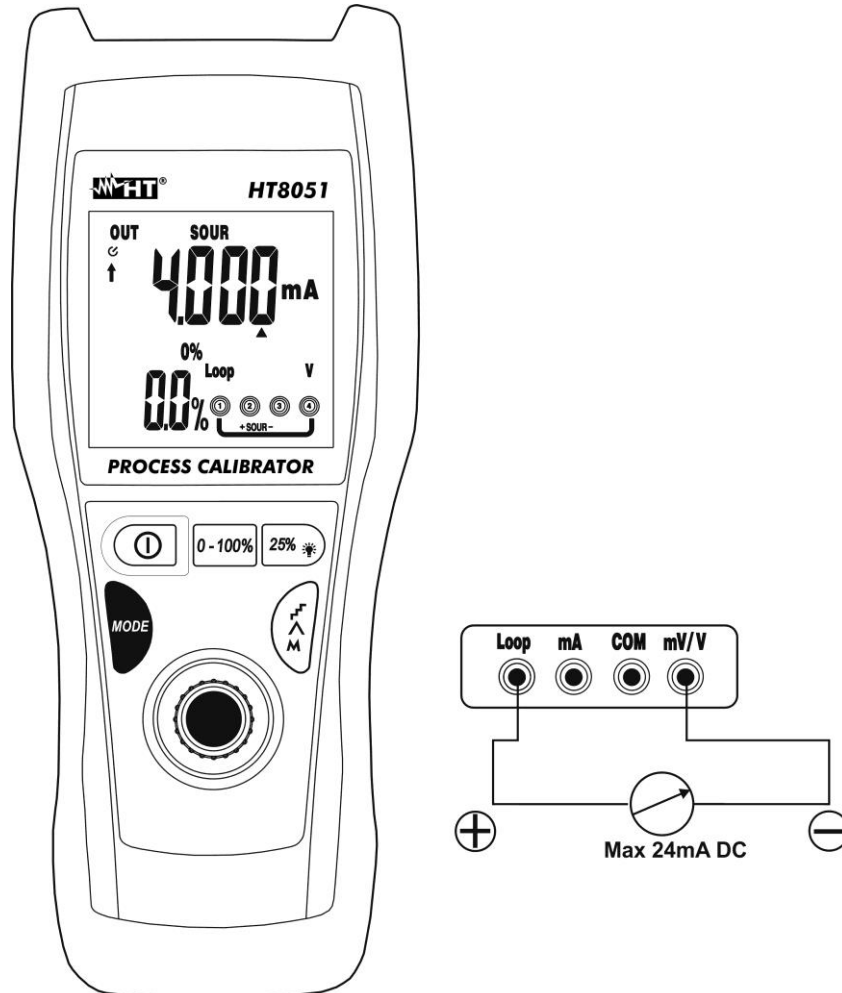

Fig. 6 : Génération de Courant CC
5. Positionner l'embout vert et l'embout noir respectivement dans les points à potentiel positif et négatif du dispositif externe qui doit recevoir l'alimentation (voir Fig. 6).
6. Pour la génération de la valeur négative de courant, tourner les embouts de mesure dans le sens inverse par rapport à la connexion de Fig. 6.